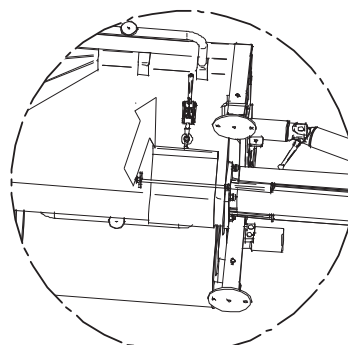

Fig. 10
- Abrir la descarga situada en el fondo de la tolva (Fig. 10)